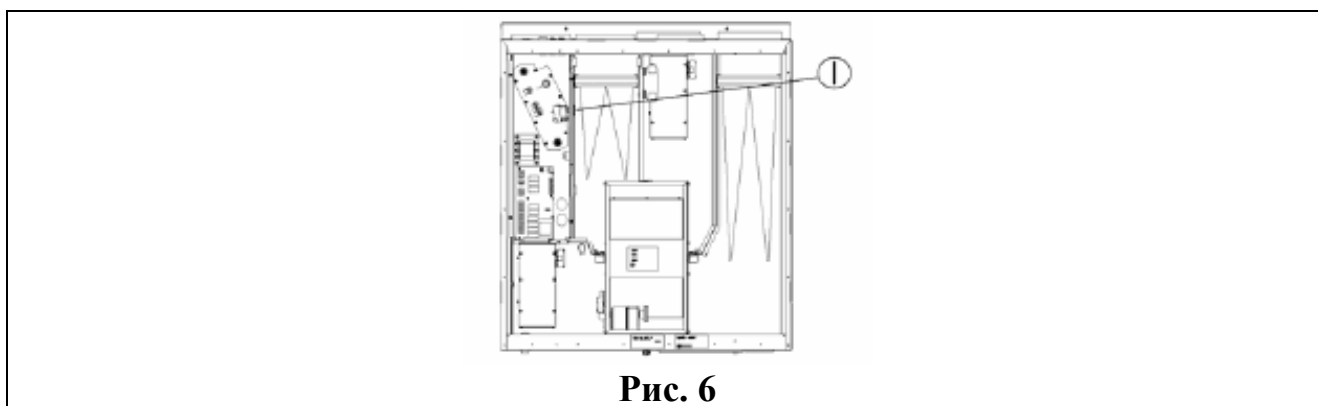

Рис. 6
- б) Проверьте, находится ли пожарный термостат в положении тревоги. Если необходимо перезапустите нажатием кнопки «I» в агрегате (Рис. 6).